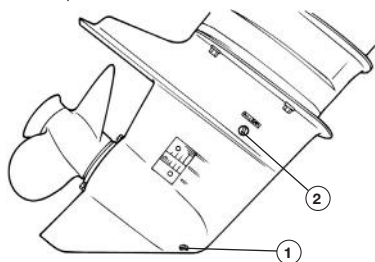

Рис. 58 Замена масла в редукторе
1. Наклоните мотор так, чтобы сливное отверстие было в самом нижнем положении (Рис. 58).
3. Выкрутите пробку 1 сливного отверстия (Рис. 58).
4. Выкрутите пробку 2 контрольного отверстия (Рис. 58), это позволит маслу быстрее стечь.
7. Когда масло начнет выступать из контрольного отверстия, сначала закрутите пробку 2 контрольного отверстия, затем пробку 1 сливного отверстия (Рис. 58).